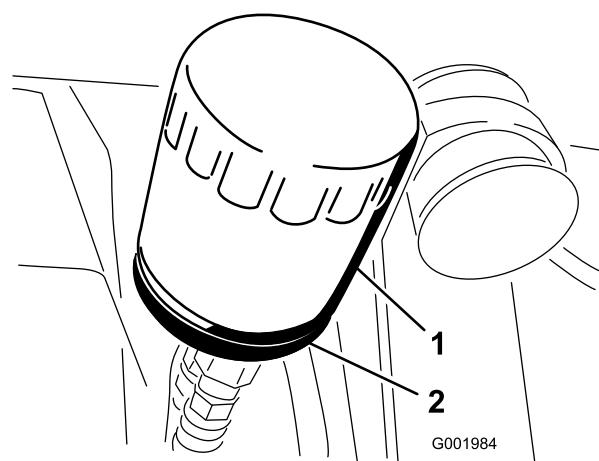

図 51
2. オイルフィルタ(図 51)を外す。
5. アダプタに新しいフィルタを取り付ける。ガスケットがアダプタに当たるまで手でねじ込み、そこから更に 1/2 回転増し締めする(図 51)。